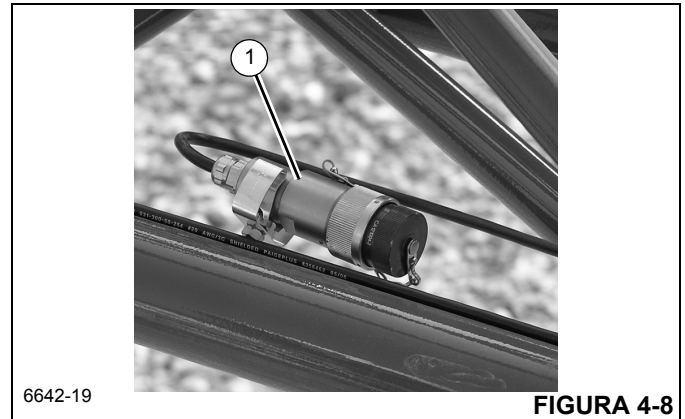

FIGURA 4-8
- a. Remova o conector da extremidade do cabo do RCL (1) (Figura 4-8) da extensão e passe-o através da extensão da lança.